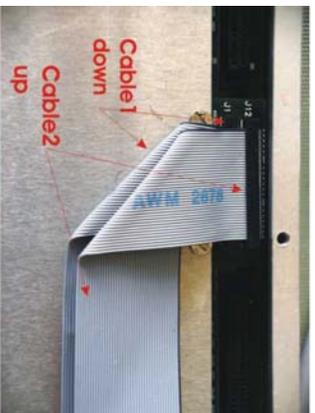

Figura 13: Connessioni e disposizione dei cavi di trigger: particolare.
- Piegarli entrambi contemporaneamente a 90° nella direzione della TRB corrispondente (Figura 11 e Figura 13).
(vedi Figura 12 e Figura 13)